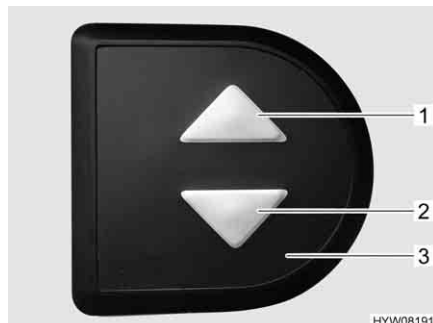

Fig. 96 Elemento di comando (letto basculante)
- Sull'elemento di regolazione (Fig. 96,3) premere contemporaneamente i due tasti freccia (Fig. 96,1 e 2) e tenerli premuti fino a quando il letto basculante non si è spostato completamente verso il basso. Una volta rilasciati i tasti viene emesso un segnale acustico di conferma.
- Sull'elemento di regolazione (Fig. 96,3) premere il tasto freccia inferiore (Fig. 96,2) e tenerlo premuto fino a quando il letto basculante non ha raggiunto la posizione finale in basso.
- Sull'elemento di regolazione (Fig. 96,3) premere il tasto freccia superiore (Fig. 96,1) e tenerlo premuto fino a quando il letto basculante non ha raggiunto la posizione finale in alto.
- Portare leggermente il letto basculante con i tasti freccia (Fig. 96,1 o 2) nella direzione opposta.